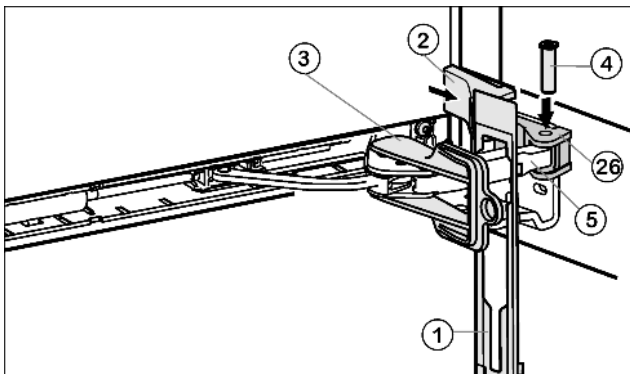

Fig. 12
- ▶ Навесьте накладку Fig. 12 (1) на амортизационную скобу таким образом, чтобы защелки показывали вперёд, а передняя сторона была направлена к устройству.
- ▶ Притяните амортизационную скобу Fig. 12 (5) к опорной детали Fig. 12 (26) и сверху снова вставьте палец Fig. 12 (4) таким образом, чтобы квадратная головка сидела в углублении.
- ▶ Установите и защелкните крышку Fig. 12 (2).
- ▶ Выкрутите фиксатор Fig. 12 (3).
- ▶ Защелкните накладку Fig. 12 (1) на дверце.